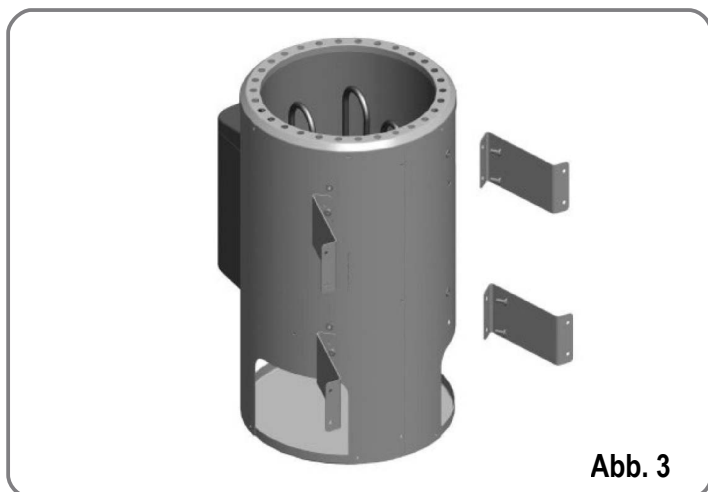

Abb. 3
- 4 Stück Wandhalterung laut Abb. 3 montieren.